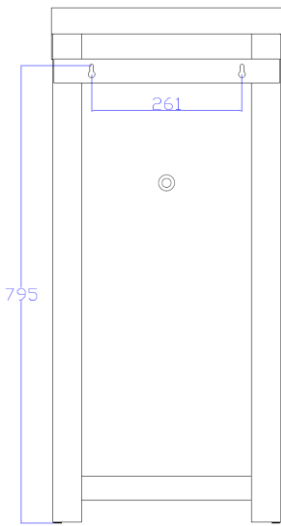

Fig.5
- Meet de afstand tussen deze gaten en de hoogte van deze gaten tot de vloer en markeer dit op de muur (Fig.5).